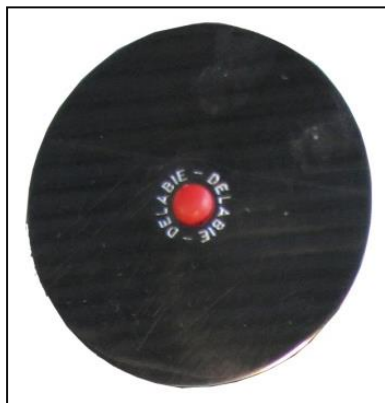

Рис. 8-1
1. Снять заглушку (1) (Рис. 8-1).
3. Снова установить заглушку (1).